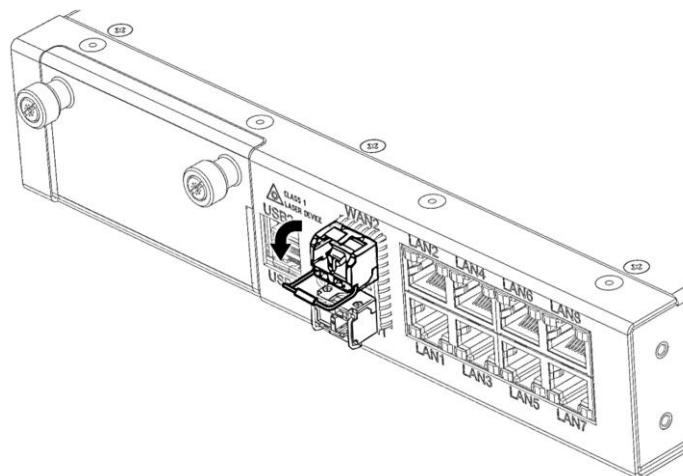

Рисунок 42 – Разблокирование удерживающей защелки
- разблокируйте удерживающую защелку, откинув рукоятку трансивера (Рисунок 42);